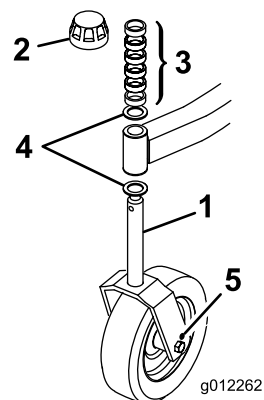
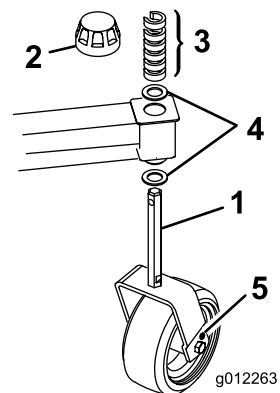

Figura 11
Figura 12
2. Agrande los taladros de 0,438 pulgadas (11,13 mm) de diámetro (Figura 11 y Figura 12) de cada lado de las horquillas a un diámetro de 0,50 o 0,516 pulgadas (12,7 o 13,1 mm).
1. Retire el casquillo tensor del eje y retire el eje del brazo de la rueda giratoria delantero. Retire la arandela del eje. Coloque los espaciadores en el eje para conseguir la altura de corte deseada, luego coloque la arandela en el eje (Figura 11).
2. Introduzca el eje de la rueda giratoria en el brazo de la rueda giratoria delantera, instale la otra arandela de empuje y los espaciadores restantes en el eje e instale el casquillo tensor para fijar el conjunto (Figura 11).
1. Retire el casquillo tensor del eje de la rueda (Figura 12).
2. Retire o añada espaciadores C al segmento estrecho del eje, debajo del brazo de la rueda giratoria, hasta obtener la altura de corte deseada (Figura 12). Asegúrese de que las arandelas de empuje, y no los espaciadores, están en contacto con la parte superior y la parte inferior del brazo de la rueda giratoria.
3. Coloque el casquillo tensor para fijar el conjunto (Figura 12).